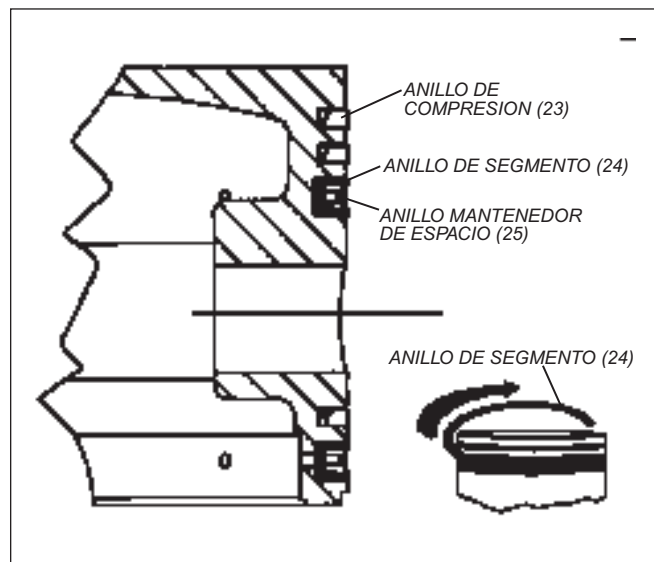

FIG. 14 PISTON Y ANILLOS
escalonado 120 grados tanto del segmento del anillo superior como de los espacios de los extremos del espaciador. Antes de usarse, asegúrese de que los dos extremos pintados del espaciador estén visibles y a tope. (Refiérase a la fig. 14)
2. Instale los anillos de compresión (23) en las ranuras correspondientes con el chaflán o marca "pip" (si la hubiera) hacia la parte superior del pistón. (Refiérase a la fig. 14)